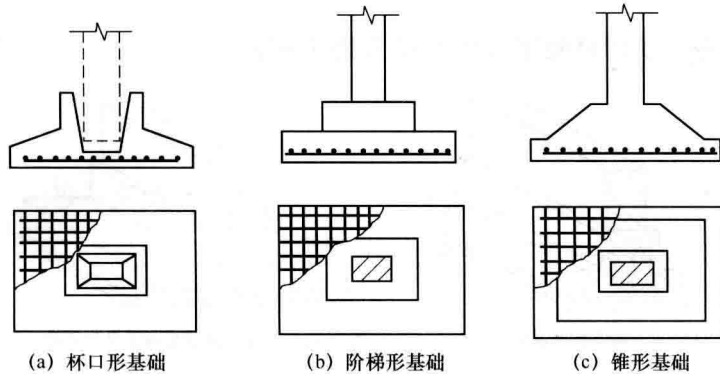

图 1-10 钢筋混凝土基础图
实例二 钢筋混凝土基础图 (图 1-10)
(1) 按上部结构形成分类及适用。钢筋混凝土基础按上部结构形式可分为柱下钢筋混凝土基础和墙下钢筋混凝土条形基础，它们适用于 6 层和 6 层以下的一般民用建筑和整体式结构厂房承重的柱基和墙基。
(2) 按断面形式不同分类。钢筋混凝土基础则主要是指柱下钢筋混凝土基础，按其断面的不同形式有杯口形基础、阶梯形基础和锥形基础，如图 1-10 所示。